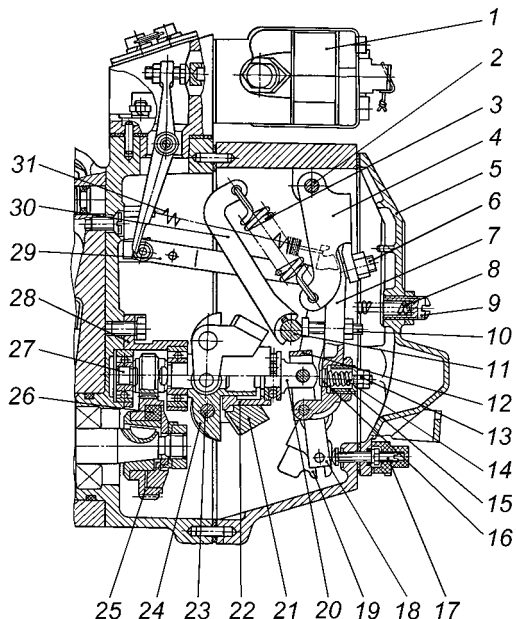

Рис. 31. Регулятор частоты вращения:
Кулиса с рычагом останова соединяется пружиной, расположенной внутри кулисы и предохраняющей механизм регулятора от чрезмерных усилий при выключении подачи топлива. Во время работы двигателя кулиса прижата усилием возвратной пружины к регулировочному винту 17 (рис. 31).
- 2 Минимальная частота вращения холостого хода регулируется болтом 11 (рис. 30) и корпусом буферной пружины 9 (рис. 31).
- 4 Номинальная мощность регулируется винтом 17 (рис. 31).
- 5 Предварительное натяжение пружины (разность частоты вращения конца и начала выброса рейки) регулируется винтом 6 (рис. 31).